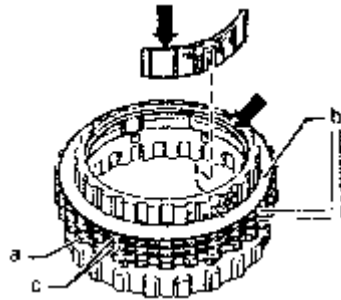

图 7-122 安装止推板和摩擦片
(2) 将止推板和摩擦片装到内摩擦片支架上。装入止推板，光滑面朝着内摩擦片，有台阶的面朝着内摩擦片支架，装入 3 片内摩擦片和 2 片外摩擦片，卡住带台阶的支撑环，如图 7-122 所示。